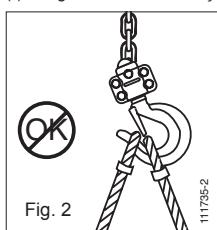

Fig. 2
1. de que o acessório de amarração da carga ao fundo do gancho e não impede o fecho do linguete de segurança (ver fig. 2 e 3).